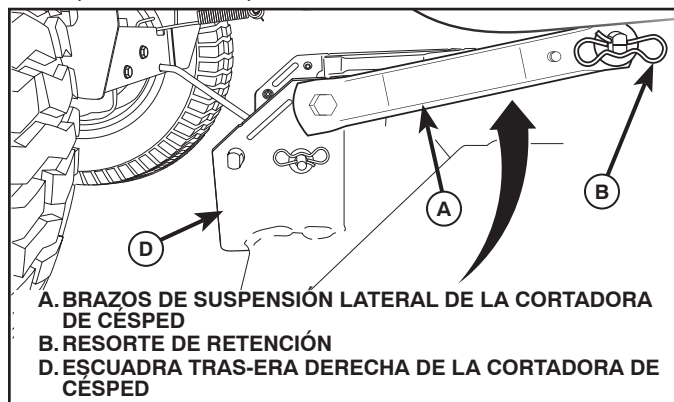

Fig. 34
6. INSTALE LOS BRAZOS DE SUSPENSIÓN LATERAL DE LA CORTADORA DE CÉSPED (A) EN EL CHASIS (Vea Fig. 34)
- Ubique el agujero delantero del brazo de suspensión lateral (A) sobre la chaveta en la parte exterior del chasis del tractor y asegure con una arandela grande y un resorte de retención grande (B).